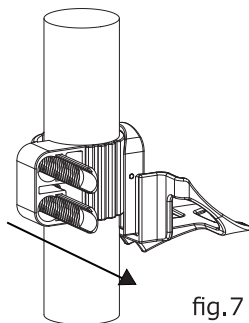

fig.7
2. シートポスト、またはお好みの位置にブラケットを合わせ、プラスチックベルトを 差し込みます。(fig.7)